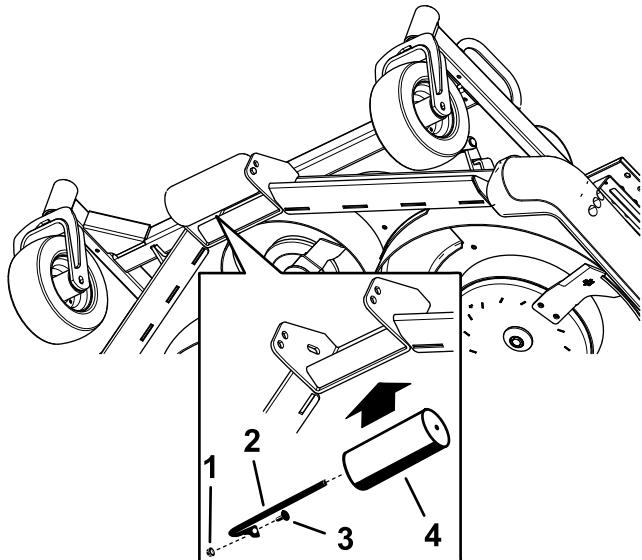

図 31
5. ローラを適切な穴に合わせてセットし、シャフトを通してボルトとナットで固定する図 31。